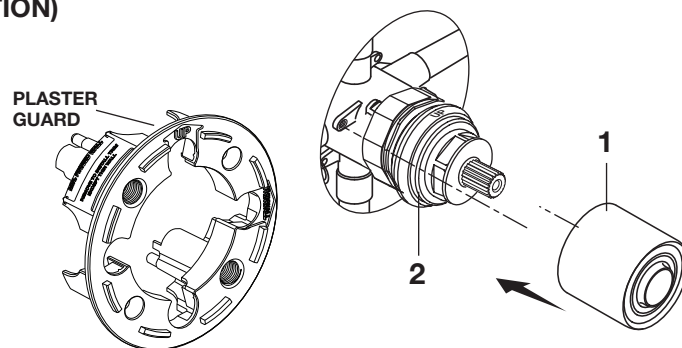

Figure 1.
- **Figure 1.** Push CAP (1) over VALVE CARTRIDGE (2) until seated against stop.
- **Figure 1.** Poussez le CAPUCHON (1) sur la CARTOUCHE DE LA VALVE (2) jusqu'à ce qu'elle repose contre la butée.